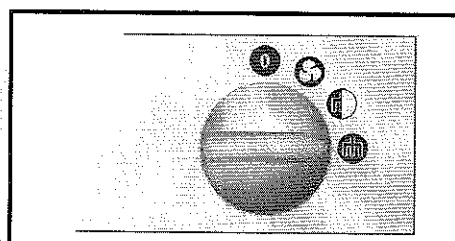

Fig. 7
► fig.7- Potencia máxima
El aparato posee un dispositivo de seguridad que interviene en caso de recalentamiento del aparato. Si el dispositivo de seguridad se enciende, dejar enfriar el aparato y buscar la causa del inconveniente. Resetear el aparato pulsando el botón .RESET. (Fig.7-Pag.1) utilizando una pequeña punta. Si el problema persiste, contactar el servicio de asistencia.